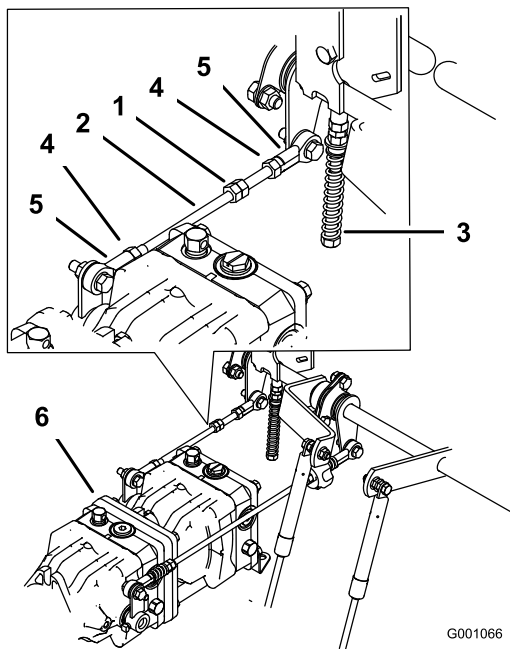

Bild 76
1. Lockern Sie die Sicherungsmuttern an den Kugelgelenken der Pumpsteuerungsstange (Bild 76).
3. Stellen Sie die Länge der Pumpstange ein, indem Sie die Doppelmutter an der Stange so weit in die entsprechende Richtung drehen, bis das Rad stillsteht oder sich leicht zurückdreht (Bild 76).
6. Ziehen Sie die Klemmmuttern an den Kugelgelenken fest (Bild 76).